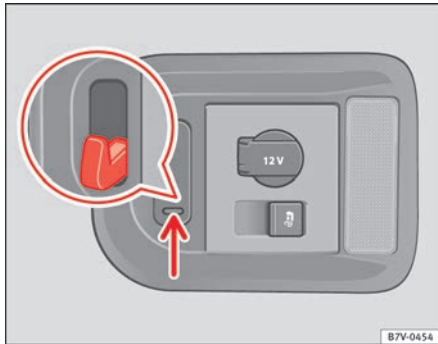

Abb. 99 Im Gepäckraum: Taschenhaken.
Im Gepäckraum rechts kann sich ein herausklappbarer Taschenhaken befinden ⇒ Abb. 99, an dem leichte Einkaufstaschen befestigt werden können.
- Unten auf den Taschenhaken drücken ⇒ Abb. 99 (Pfeil) und herausklappen.